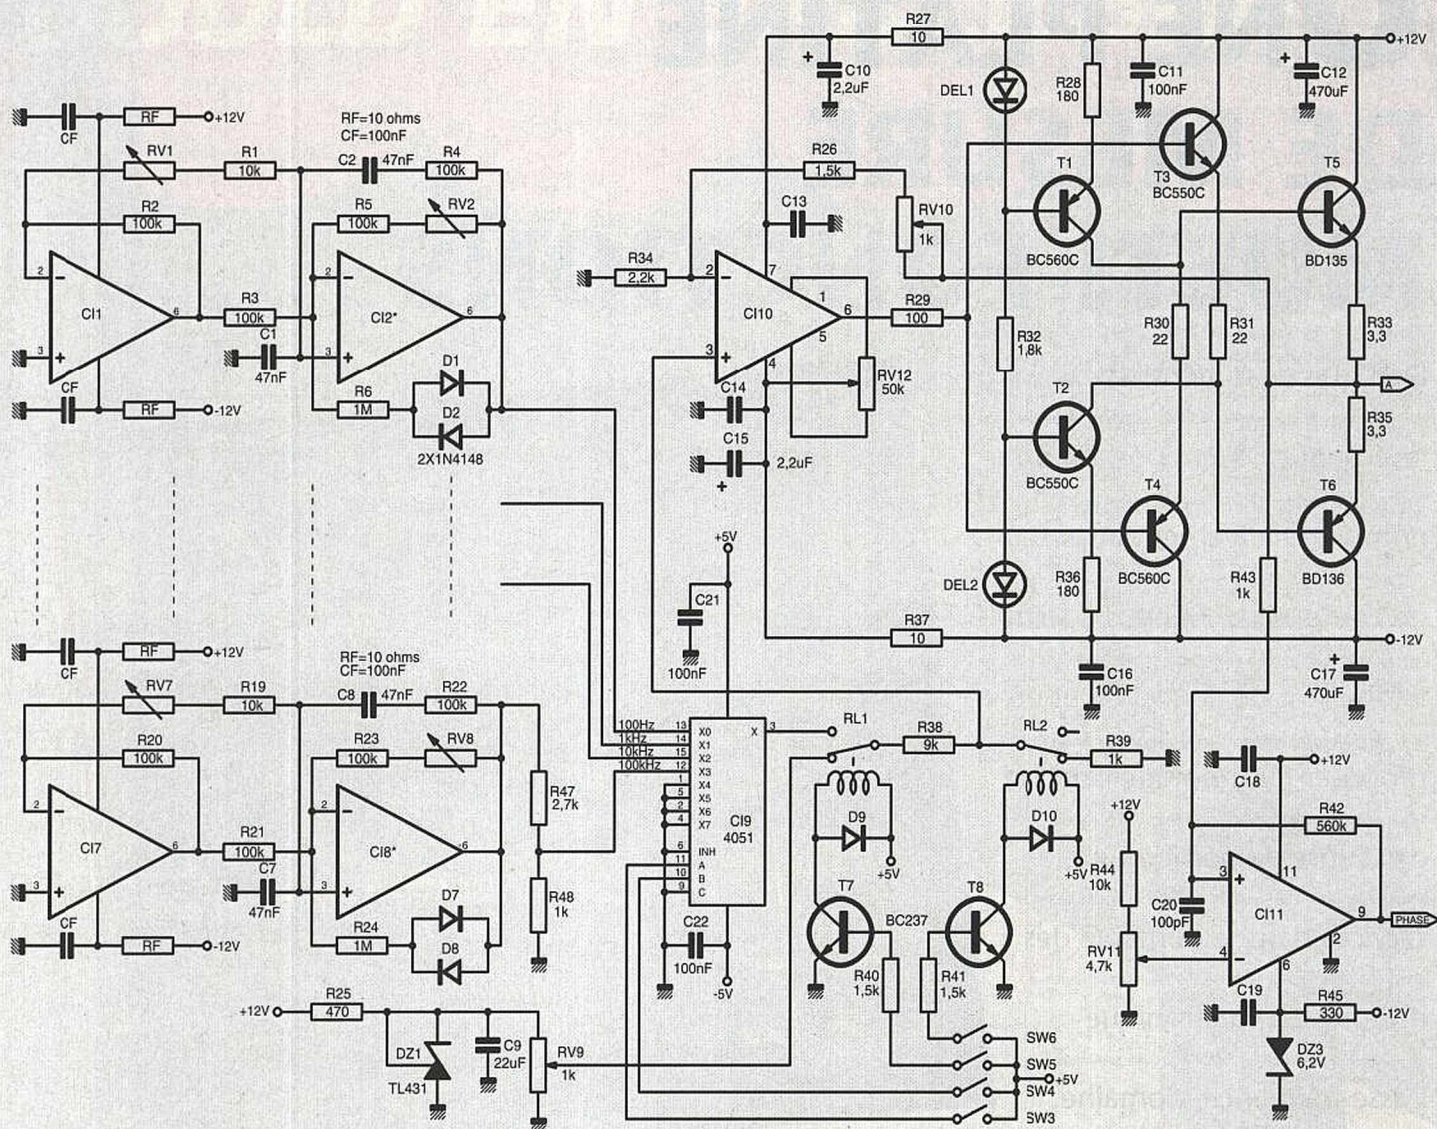

Figure 2 : schéma oscillateurs + ampli.
Encore plus fort, le spectre reproduit à la figure 2 a été enregistré pendant la diffusion de publicités d'intérêt local sur RADIO CLASSIQUE : on voit parfaitement une raie trahissant un signal à
■ Figure 2 : un signal pilote pour publicités radiodiffusées.
Le premier de ceux-ci est donné en figure 2. Il regroupe les oscillateurs, l'amplificateur de sortie, la tension de référence et diverses commutations. Les oscillateurs, représentés sur la gauche du schéma sont, comme il a été dit plus haut, de type WIEN. Voyons brièvement le fonctionnement d'un de ces oscillateurs (celui représenté dans le haut du schéma). Les diodes insérées en série avec une résistance de $1M\Omega$ présentent, lorsque le niveau de